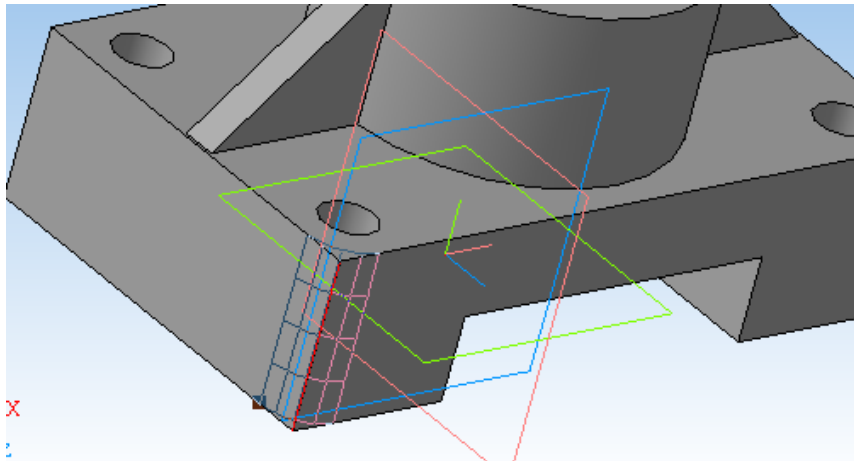

Рисунок 4.22 – Обробка ребра
27. Натискаємо кнопку  «Создать объект» (рис. 4.22).